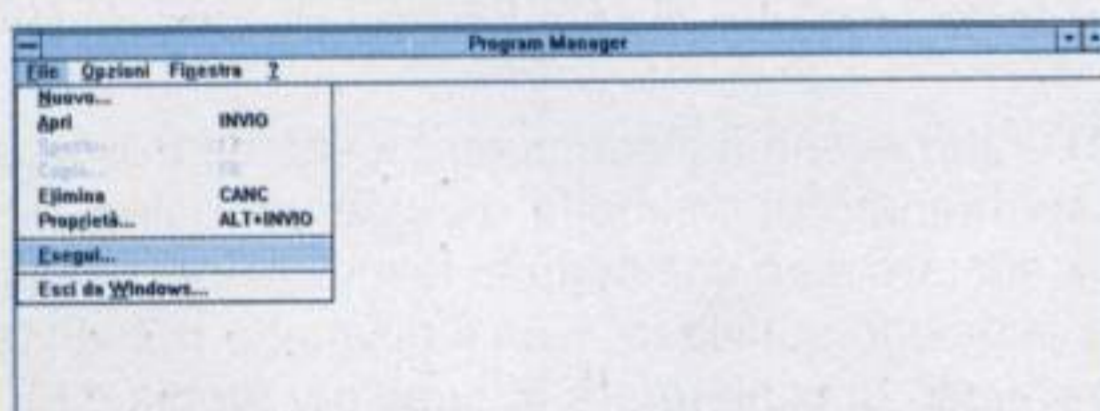

Fig.3 Per caricare il programma inserite il dischetto N.1, poi andate su File e nella finestra che appare cliccate su Esegui.
– Inserite il dischetto **numero 1** nell'unità floppy e dal menù **File** di Program Manager scegliete **Esegui** (vedi fig.3).